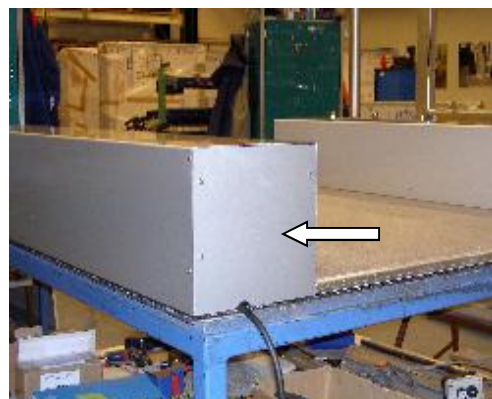

bild 1
1. Skruva bort höger gavelplåt vid avkörningssidan. (se bild1.)